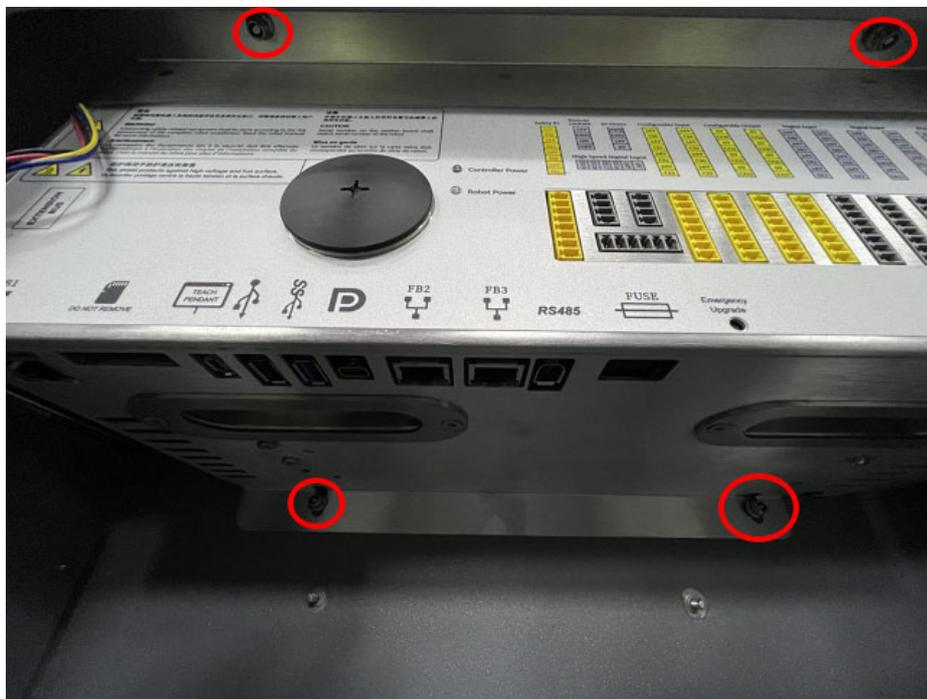

图 3-23 控制柜六角法兰面尼龙防松螺母位置
- 关闭控制柜并断开电源线，打开控制柜机柜，将控制柜躺平，并拆除 4 颗六角法兰面尼龙防松螺母，如图 3-23 所示：